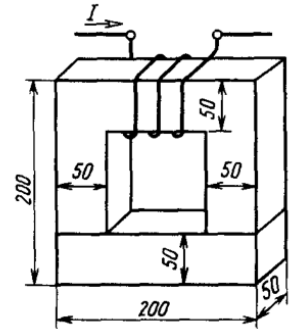

Рис.11
1. В сердечнике из электротехнической стали требуется создать магнитный поток $4,2 \cdot 10^{-3}$ Вб. Определите число витков обмотки, если ток обмотки 5 А, размеры сердечника заданы в мм (рис.11)